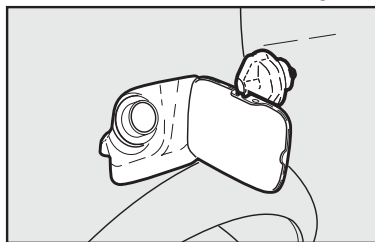

fig. 135
- Após a retirada da tampa, encaixe-a no suporte existente na portinhola **fig. 135**.